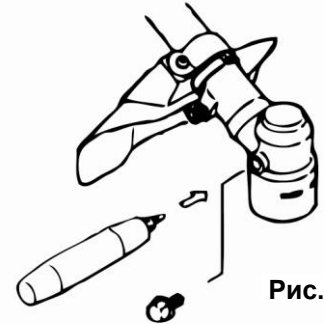

Рис. 6
- Выключите двигатель триммера, открутите болт в боковой части редуктора, залейте небольшое количество (20-30 мл) масла в редуктор (См. Рис.6)